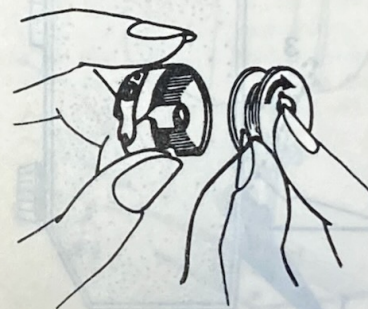

Abb. 12
12. Einlegen der Spule in die Spulenkapsel (Abb. 12, 13 und 14)